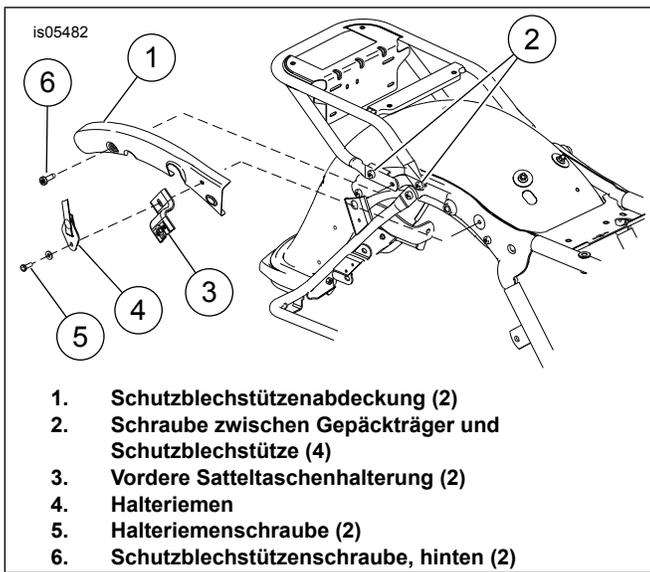

Abbildung 1. Gepäckträger ausbauen
2. Siehe Abbildung 1. Die Halterienschrauben (5) und Unterlegscheiben, den Halteriemern (4) und die vorderen Satteltaschenhalterungen (3) ausbauen. Die Teile für den Einbau aufheben.
3. Die hintere Schutzblechstützenschraube (6) und die Schutzblechstützenabdeckung (1) ausbauen und entsorgen. Diese Schritte auf der gegenüberliegenden Seite wiederholen.
4. Die Befestigungsteile zwischen Gepäckträger und Schutzblechstütze (2) auf beiden Seiten entfernen.
- Siehe Abbildung 1. Die vordere Satteltaschenhalterung (3), den Halteriemen (4), die Unterlegscheibe und das Halteriemen-Befestigungsteil (5) einbauen. Auf ein Drehmoment von 16–20 N·m (12–15 ft-lbs) anziehen.